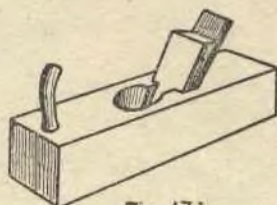

Fig. 13b
*Pialletto* come la precedente ma con fusto da 20 a 30 centimetri; si usa per rifinire e togliere le bavature (fig. 13b).